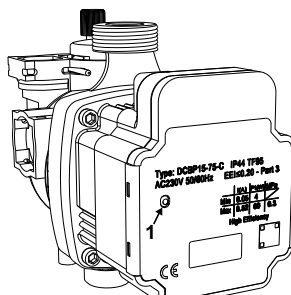

fig. 17
Există un LED (ref. 1 - fig. 17) care indică modul de funcționare al circulatorului. În cazul unei defecțiuni, acest LED oferă un diagnostic al cauzei posibile, pe baza tipului de intermitență.